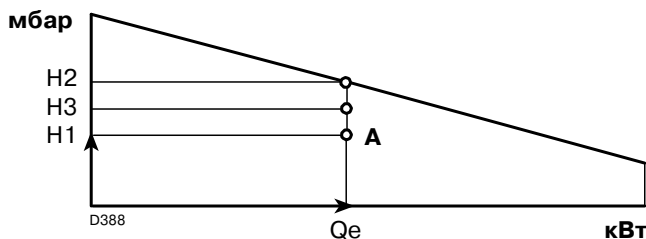

Рис. 3
- 4 Провести вертикальную линию из точки A (Рис. 3), и найти максимальное давление H2 рабочего диапазона.
Если H3 больше H1 (Рис. 3) как на Рис. , то горелка может производить требуемый расход.